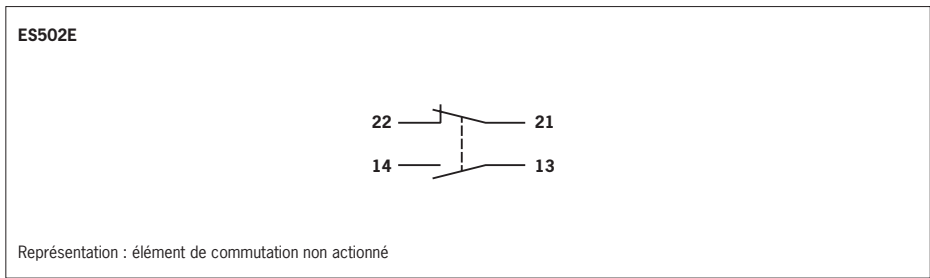

Fig. 1 : Éléments de commutation et affectation des broches
Vous trouverez les états de commutation détaillés pour votre interrupteur à la Fig. 1. Tous les éléments de commutation disponibles y sont décrits.
3. Effectuer le raccordement et serrer les bornes (affectation des contacts, voir Fig. 1, couples de serrage, voir les caractéristiques techniques).